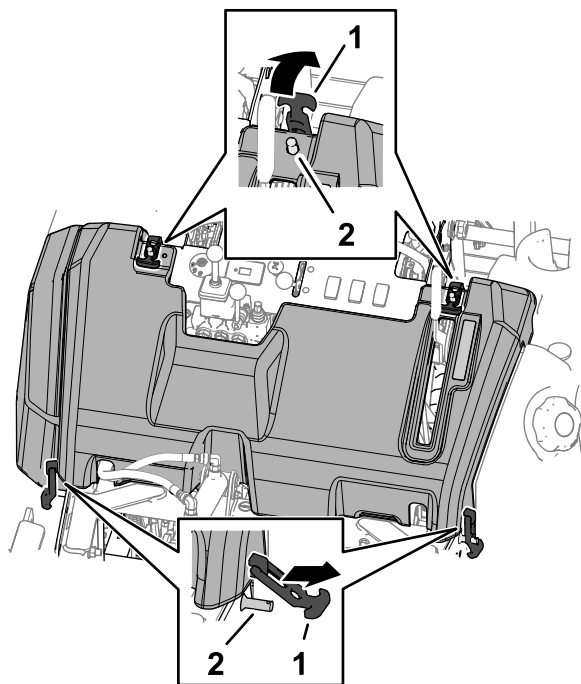

Figure 63
1. Levez les attaches pour les dégager des 4 goupilles de verrouillage (Figure 63).